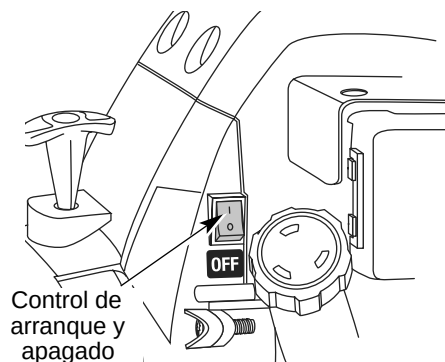

Fig. 6
3. Coloque el control de encendido y apagado en posici—n de ENCENDIDO (I) (Fig. 6).